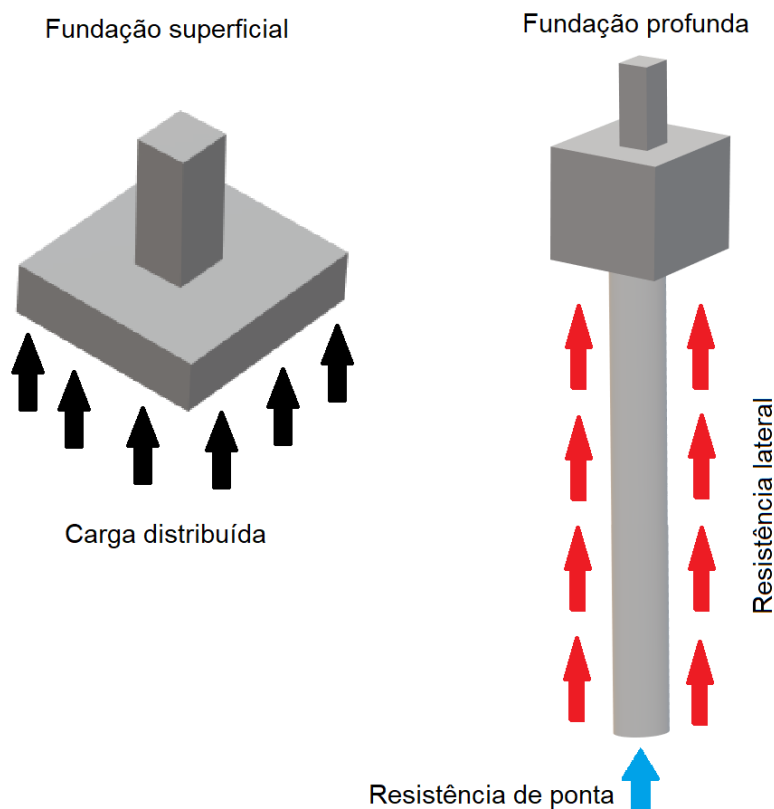

Figura 4: Reação do solo sobre fundações superficiais e profundas.
Outro ponto interessante é que fundações superficiais se caracterizam pelo uso de elementos com **área horizontal elevada** para transmitir a carga recebida de maneira bem **distribuída por uma maior área de solo**. Com isso, reduzimos o valor da tensão imposta ao terreno (Figura 4).
- **Resistência de ponta** oriunda do **contato da base** do elemento de fundação com o solo (Figura 4).